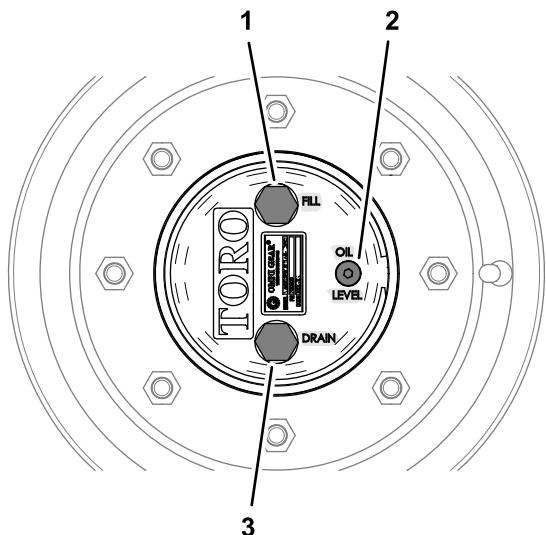

図 84
1. 水平な床面で、補給プラグが最高位置時計の 12 時の位置、点検プラグが 12 時、ドレンプラグが最低位置 6 時の位置にくるように駐車する 図 84。
1. 水平な床面で、補給プラグが最高位置時計の 12 時の位置、点検プラグが 12 時、ドレンプラグが最低位置 6 時の位置にくるように駐車する図 84 プラネタリギアオイルの点検 (ページ 62)を参照。